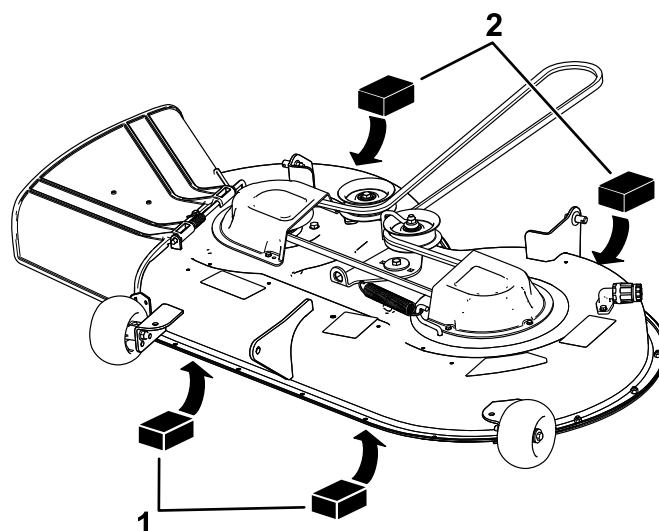

図 60
4. デッキの左右前部に角材厚さ 6.6 cm を入れる。芝削り防止ローラの下には入れないこと 図 60。
5. 刈り込みデッキのスカートの後ろの左右のエッジの下にブロック厚さ 7.3 cm をそれぞれ 1 個ずつセットする 図 60。